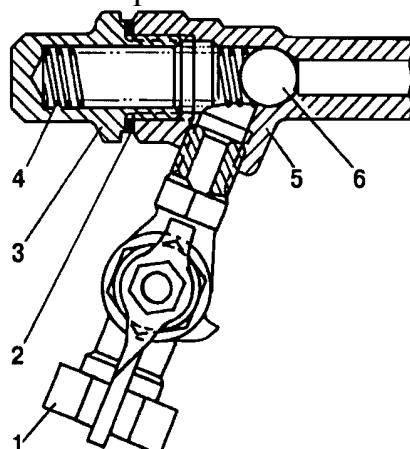

Рис.23. Предохранительный клапан и краник масляного радиатора:
**Предохранительный клапан и краник включения масляного радиатора** (рис.23) установлены на впускной магистрали масляного радиатора.